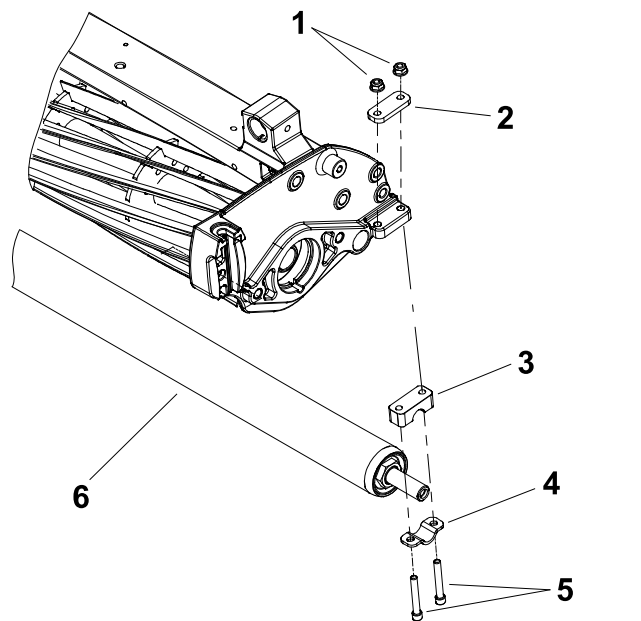

Bild 15
13. Führen Sie die folgenden Schritte aus, um die Heckrolle an der Schneideinheit anzubringen, siehe Bild 15.